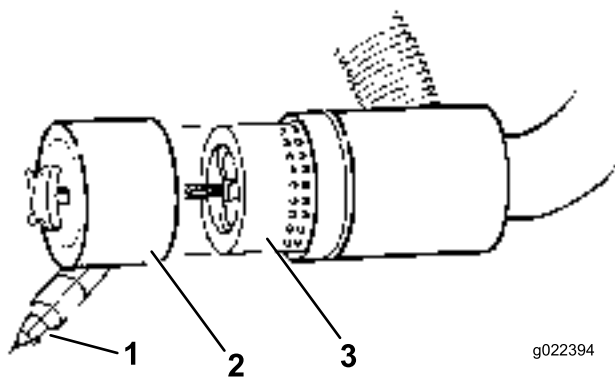

Figura 58
4. Togliete il filtro e sostituitelo (**Figura 58**).